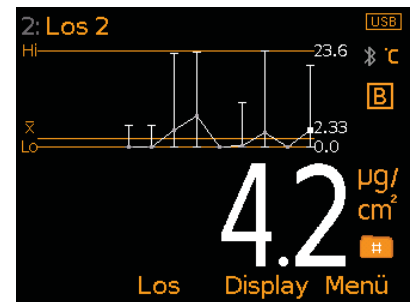

Bild 4: Verlaufdiagramm und Messwerte x1
- Verlaufdiagramm (Bild 4):** Ein Trendliniendiagramm der letzten 20 Messungen, das bei jeder Messung automatisch aktualisiert wird.